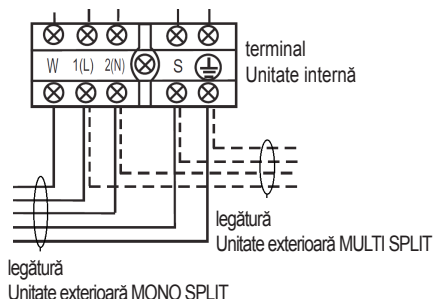

fig. 16 -
3. Efectuați conexiunile consultând schemele de cablare ale unității ("fig. 16 -").